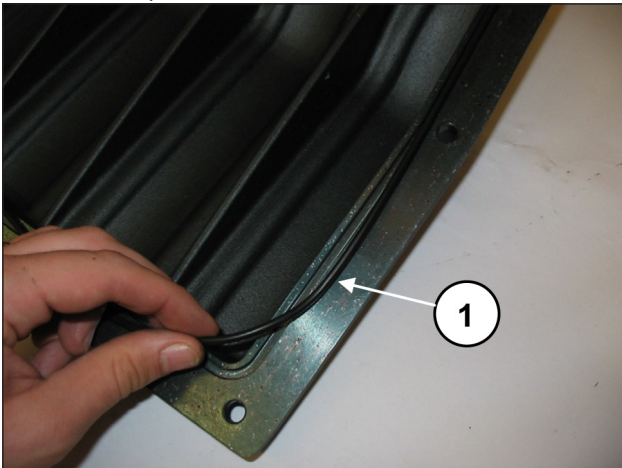
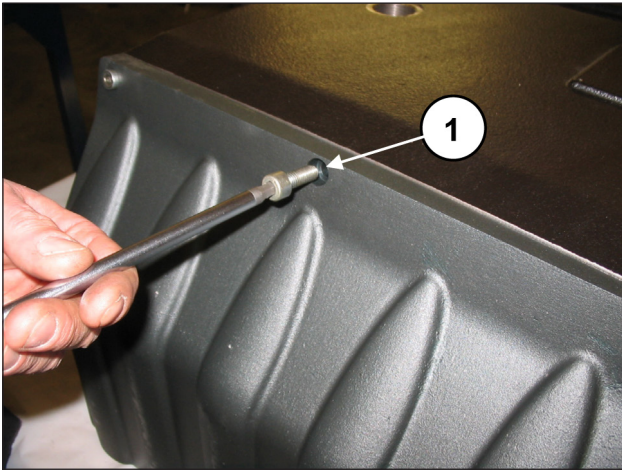

Fig. 92
Fig. 93
Insira o anel circular na cobertura posterior (pos. ①, Fig. 92), e fixe-os no carter, mediante 10 parafusos M8x20 (pos. ①, Fig. 93).